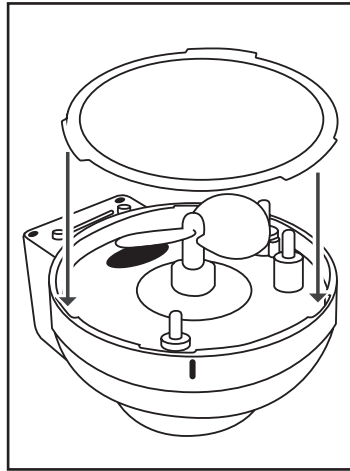

Abb. 6
- Wischen Sie den Plastikteil der Motoreinheit **A** mit einem feuchten Tuch ab. Bei hartnäckigeren Verschmutzungen geben Sie ein mildes Spülmittel auf das Tuch. Für unzugängliche Ecken benutzen Sie den mitgelieferten Reinigungspinsel **B**. Beseitigen Sie alle Spülmittelreste mit einem nur mit Wasser befeuchteten Tuch. Achten Sie darauf, dass der Dichtungsring wieder korrekt in dem Plastikteil der Motoreinheit **A** sitzt (siehe Abb. 6).